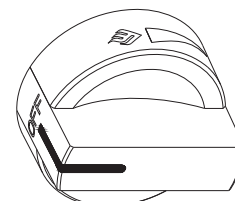

Fig. 11
2. Presione y gire la perilla lentamente en sentido contrario a las agujas del reloj para encender (↻) como se señala en la **Fig. 11**. Continúe presionando hasta que el quemador se encienda, luego libere. Repita para los otros quemadores.